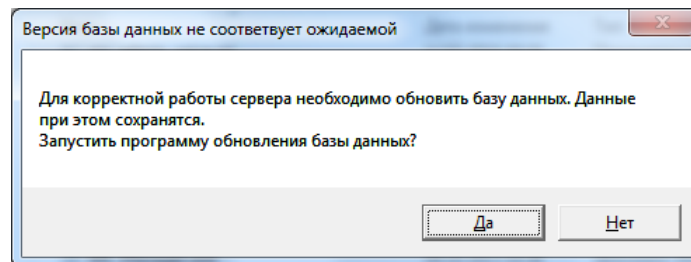

Рис. 5.28. Обновление базы данных
11. В случае если после обновления ПО STEMAX потребуется обновление базы данных, автоматически откроется окно с предложением сделать это (Рис. 5.28). Нажмите в этом окне кнопку *Да*.